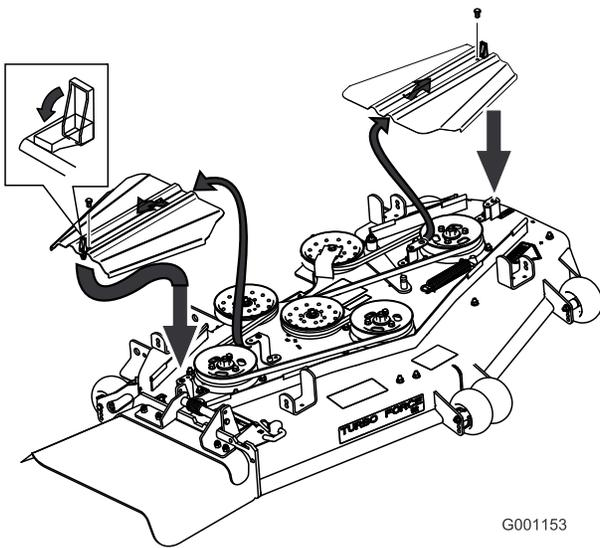

Figura 65
3. Retire los pernos que fijan las cubiertas de las correas y retire las cubiertas de las correas (Figura 65).
9. Instale las cubiertas de las correas deslizando la cubierta sobre la pestaña, instale los pernos y cierre los enganches (Figura 65).